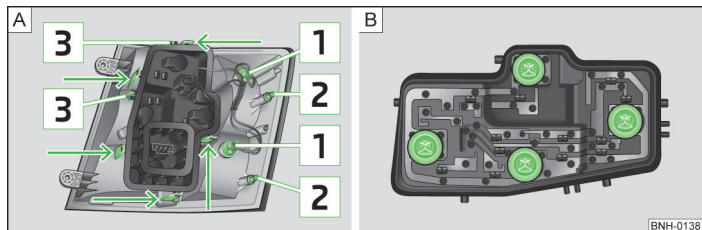

Abb. 180 Äußerer Teil der Leuchte / Innerer Teil der Leuchte
- › Die Rückleuchte vorsichtig in die Karosserie hineindrücken, sodass die Bolzen [2] » Abb. 180 auf Seite 204 an der Leuchte in die Aufnahmen in der Karosserie eingreifen » [!].
- › Die Lampenfassung [1] » Abb. 180 entgegen dem Uhrzeigersinn drehen und aus dem Leuchtgehäuse herausnehmen.
- › Den Lampenhalter an den mit Pfeilen gekennzeichneten Verriegelungslaschen entriegeln » Abb. 180 - [A] und den Lampenhalter aus der Rückleuchte herausnehmen.
- › Die Lampenfassung » Abb. 180 - [B] bis zum Anschlag entgegen dem Uhrzeigersinn drehen und aus dem Leuchtgehäuse herausnehmen.
- › Die Führungsdorne [3] » Abb. 180 des Lampenhalters in die Leuchte einsetzen.